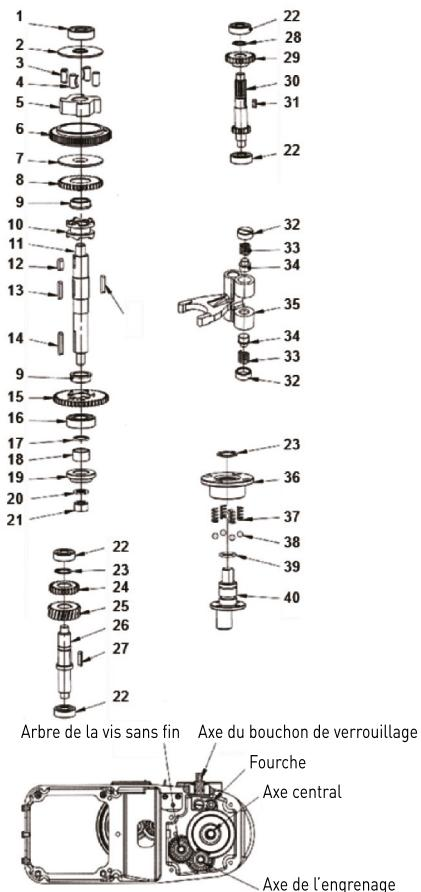

Fig. 2 : Unité de l'engrenage
- Unité de l'engrenage (Fig. 2) ;
### Liste de pièces sur la Fig. 2